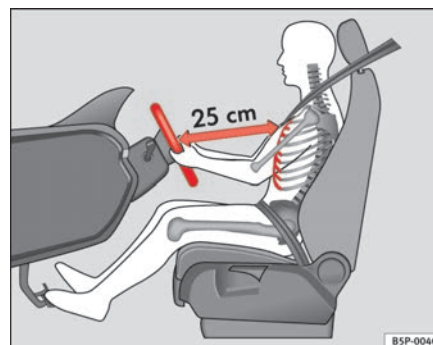

Fig. 135 Posición correcta del conductor
- Ajuste el volante hasta alcanzar la posición deseada ⇒ fig. 135.
- Ajuste el asiento del conductor o el volante de modo que quede una distancia mínima de 25 cm entre el volante y el tórax ⇒ página 170, fig. 135. ¡Si no respeta la distancia mínima, el airbag no le protegerá adecuadamente y corre peligro de muerte!